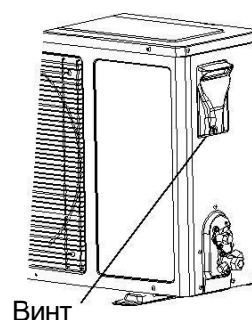

Рис. 13
- Открутите и снимите крышку электронного устройства (рис. 13)